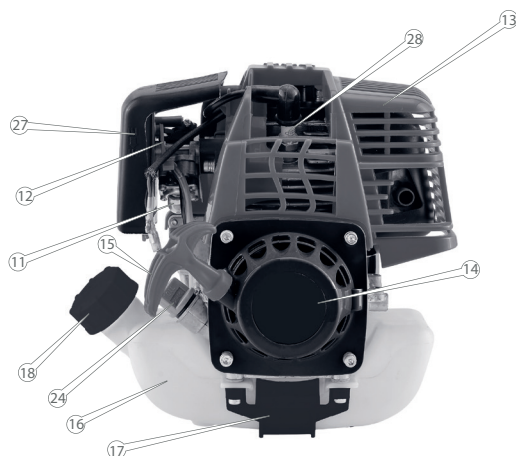

Рисунок 1. Загальний вигляд виробу та опис основних компонентів мотокося.
1.1 Опис основних компонентів мотокоси ТМ «Vitals», серії «Master», моделі «ВК 3110-4а» наведено нижче (рис. 1).